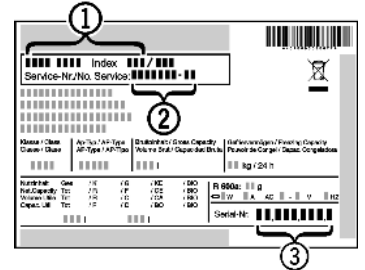

Fig. 3
- ▶ Назва пристрою *Fig. 3 (1)*, сервісний номер *Fig. 3 (2)* та серійний номер *Fig. 3 (3)* вказані на таблиці типів. Табличка типів знаходиться всередині пристрою, зліва.
- ▶ Повідомте сервісну службу про характер неполадки, назву пристрою *Fig. 3 (1)*, сервісний номер *Fig. 3 (2)* та серійний номер *Fig. 3 (3)*.